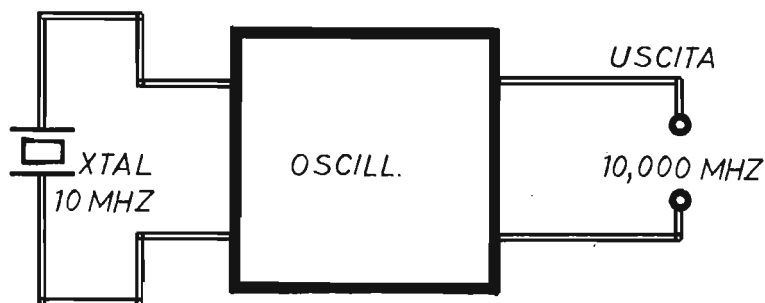

Fig. 6 - Un quarzo, appositamente concepito per lavorare sulla frequenza di 10 MHz, se collegato con un circuito oscillatore, genera un segnale a 10 MHz.
Fig. 6 - Lo schema a sinistra (A) interpreta l'uso normale di una cuffia stereofonica. Le sigle BFS-BFD significano: bassa frequenza canale sinistro - bassa frequenza canale destro. Lo schema riportato a destra (B) interpreta il sistema di collegamento della cuffia stereofonica suggerito nel testo, nel quale il conduttore NC non viene collegato, mentre i due padiglioni sono connessi in serie per raddoppiare il valore dell'impedenza.
Fig. 6 - Schema teorico del microfono didattico descritto nel testo. Le linee tratteggiate racchiudono la parte circuitale che deve essere montata su circuito stampato. Il potenziometro R1 consente di regolare il livello audio in uscita. Premendo il tasto PTT la ricetrasmittente viene commutata in trasmissione ed il diodo led DL si accende.